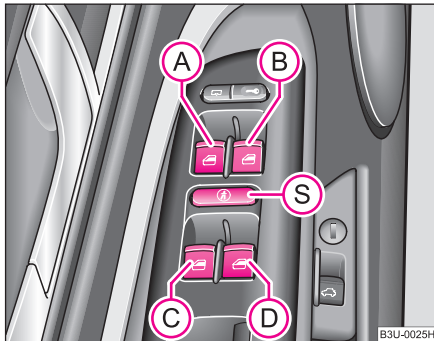

Fig. 30 Cotiera din ușa conducătorului: Elementele de comandă
Comutatoarele pentru fiecare geam se găsesc în cotiera din ușa conducătorului ⇒ fig. 30, pasagerului din dreapta și în ușile din spate* ⇒ pagina 52.
Apăsând comutatorul de siguranță (S) ⇒ fig. 30, puteți scoate din funcțiune comutatoarele din ușile din spate. Apăsând încă o dată comutatorul de siguranță (S), puteți restabili funcționarea tastelor din ușile din spate. ▶
- Când se transportă copii pe locurile din spate, vă recomandăm să scoateți din funcțiune comutatoarele din ușile din spate (comutatorul de siguranță)  => pagina 51, fig. 30.